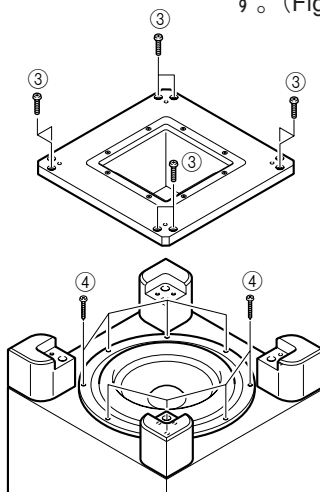

Fig. 3
- Remove 8 screws (③) and then remove the Base Ass'y. (Fig. 3)
- Remove 8 screws (④) and then remove the Driver. (Fig. 3)
- ③のネジ8本を外し、ベースAss'yを取り外します。(Fig. 3)
- ④のネジ8本を外し、スピーカーユニットを取り外します。(Fig. 3)